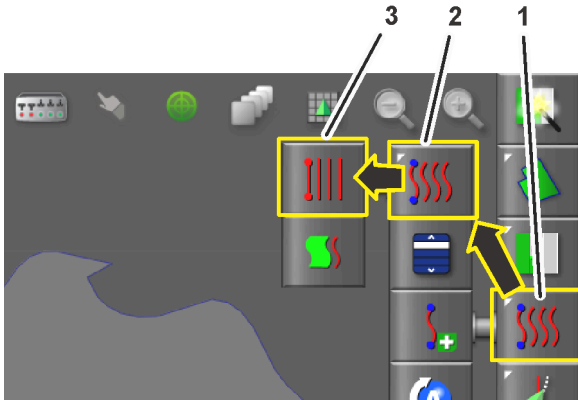

Bild 10
1. Schalten Sie den Leitlinientyp auf eine AB (gerade) Leitlinie um (Bild 10).